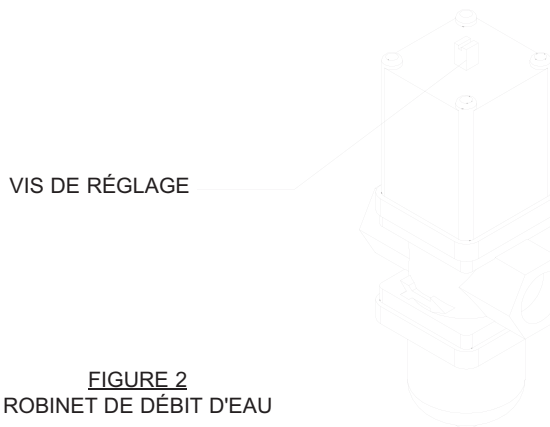

FIGURE 2
- Les condenseurs refroidis à l'eau utilisent une vanne de régulation de l'eau (voir figure 2). La vanne de régulation de l'eau est livrée préréglée en usine à la pression d'écoulement de 260 psig. Pour compenser la variation de température de l'eau, il peut s'avérer nécessaire de régler la vanne de régulation de l'eau pour maintenir une pression d'écoulement de 260 psig. L'adaptation peut se faire en tournant la vis de réglage dans le sens contraire des aiguilles d'une montre pour augmenter la pression d'écoulement. Si des conditions prévoient une température d'eau basse et/ou une pression d'eau élevée, il est recommandé d'installer un régulateur de pression de l'eau en amont du condenseur.